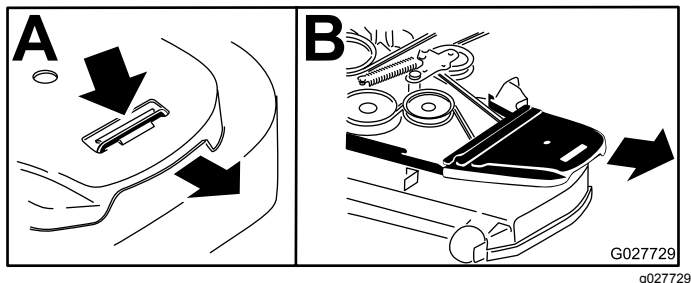

Figure 76
4. Retirez les couvercles de courroie (Figure 76).